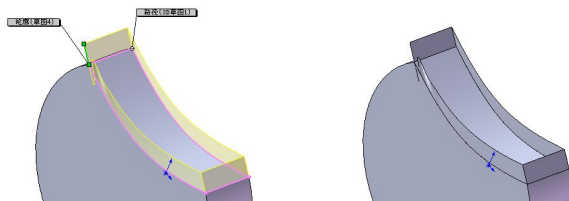

图 3-19 设置【路径对齐类型】为【方向向量】
- **【方向向量】**：按照所选择的向量方向对齐轮廓，选择设定方向向量的实体，如图 3-19 所示。